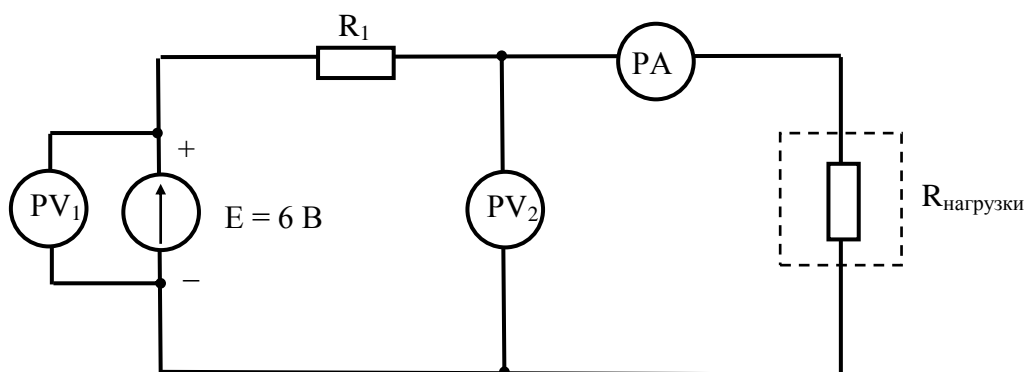

Рисунок 2.1 – Схема электрической цепи
3. Рисунок 2.1 – Схема электрической цепи.